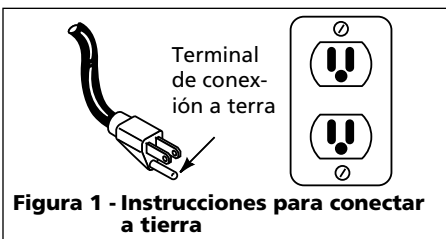

Figura 1 - Instrucciones para conectar a tierra
- Este producto requiere un circuito conectado a tierra de 120 Voltios, 15 Amperios (Vea la Figura 1).